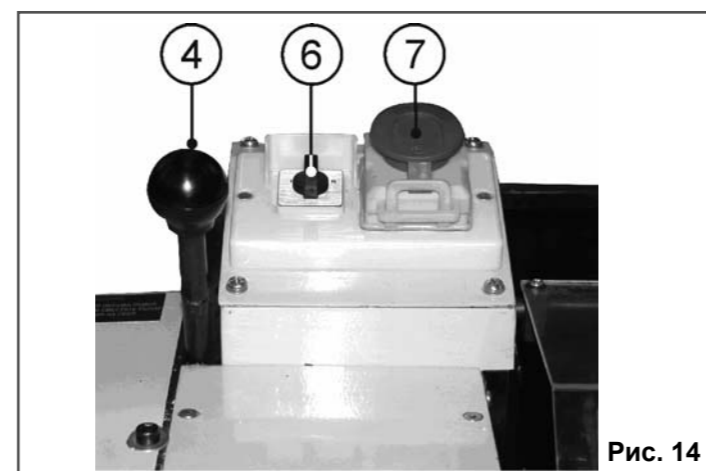

Рис. 14
Откройте крышку аварийного выключателя (7) после нажатия на зеленую кнопку, при условии, что защитный щиток (31) опущен (установлено устройство отключения), и переключатель направления вращения шпинделя (6) установлен в одно из положений направления вращения шпинделя. Станок включится (начнет вращаться шпиндель), Рис. 14.
10.2.4. Направление вращения шпинделя определяется положением переключателя направления вращения шпинделя (6), Рис. 14.